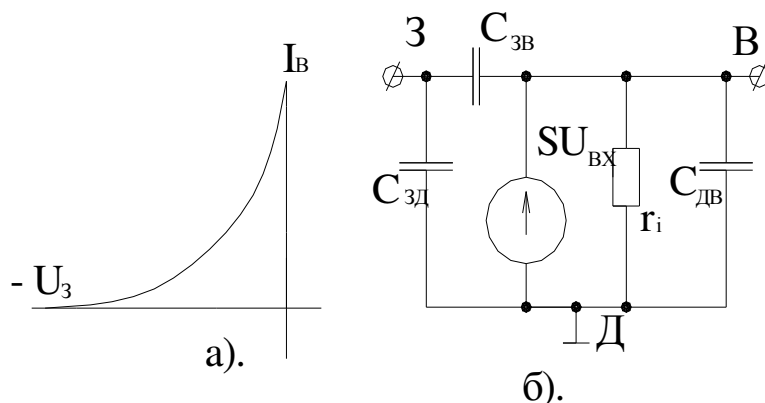

Рис. 21.3.
Характеристики області I характерні для відкритого каналу. В області II транзистор працює тоді, коли він використовується як регулюємий опір. В другій області (II) має місце перекриття каналу, в результаті чого має місце внутрішня стабілізація струму каналу в широкому діапазоні робочих напруг. Область II використовується при роботі транзисторів в режимі підсилення. Характерною для цього режиму є струмозатворна характеристика (Рис.21.3а) для визначеної напруги  $U_{зд}$ , яка використовується при визначенні
параметрів схеми заміщення транзистора (Рис.21.3б). Крутизна характеристики  $S$  визначається за формулою: